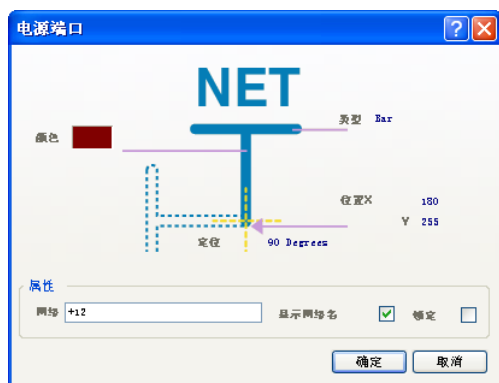

图 4-42 放置电源
Step7 在“实用”工具栏中选择放置“+12V”电源工具，按 Tab 键，在出现的“电源端口”对话框中，将“类型”设置为“Bar”，“网络”设置为“+12”，如图 4-42 所示。